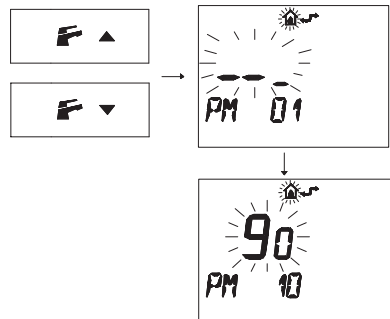

Fig. 5.88
- Premere i pulsanti **F**▲ o **F**▼ per visualizzare la programmazione "**PM10**" selezione della frequenza di accensione (Fig. 5.88).
Nella Fig. 5.88 si visualizza un SET programmato di **90** corrispondente ad un tempo di riaccensione di 3 minuti circa. Il campo di regolazioni è da 0 a 8 minuti e mezzo. Ogni passo incrementato o decrementato corrisponde a 2 secondi.